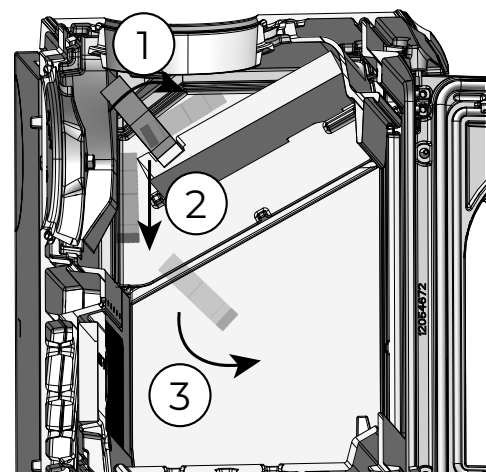

Fig. 7.4
2	Incline hacia delante el deflector superior (A) y sáquelo por la parte trasera (Fig. 7.4)